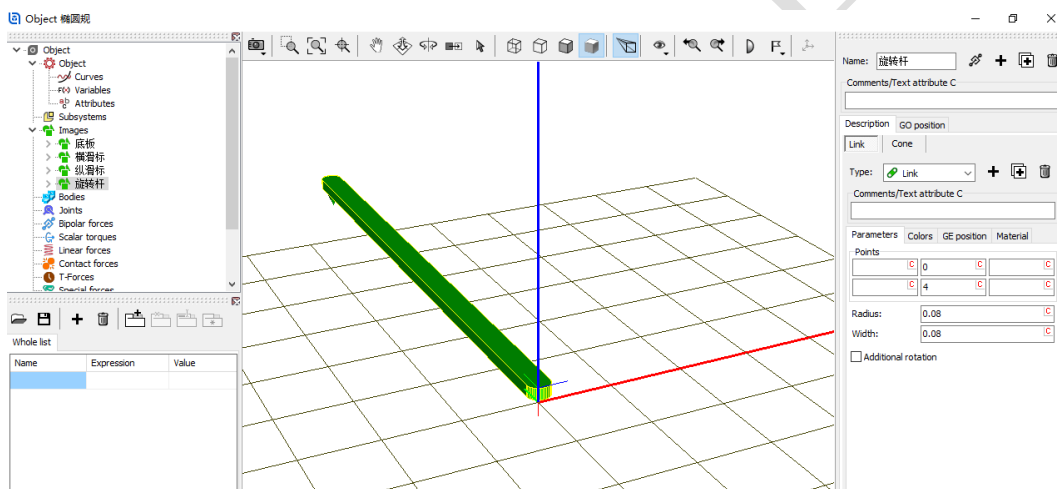

图 2-72
- 4) 选择主菜单 **Edit** → **Read from file**，依次读入“**D:\UM 培训教程\几何素材\椭圆规**”文件夹下的**底板.img**、**横滑标.img**、**纵滑标.img** 和**旋转杆.img** 四个几何图形，如图 2-72。